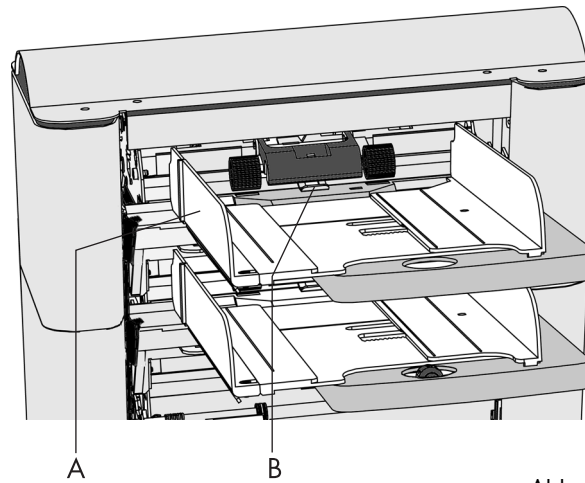

Abb. 15
- Die Formularablage unterhalb der Führung B (Abb. 15) ansetzen.
Linke Seitenführung A (Abb. 15) nach unten klappen. Die Zuführrollen werden automatisch angehoben.